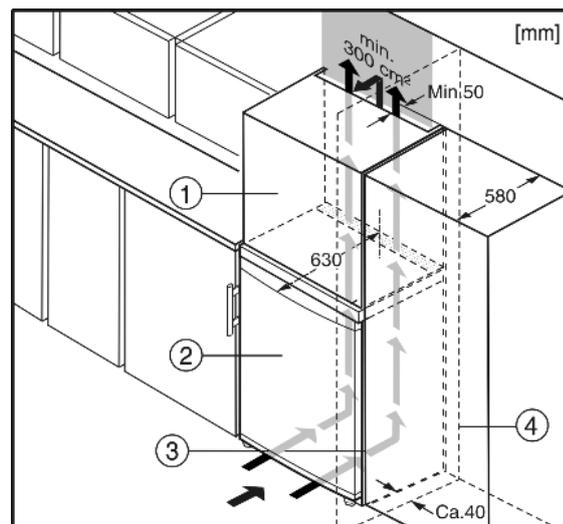

Fig. 6
- (1) Aufsatzschrank
- (2) Gerät
- (3) Küchenschrank
- (4) Wand
Das Gerät kann mit der Kücheneinrichtung umbaut werden. Um das Gerät Fig. 6 (2) der Küchenzeilenhöhe anzugleichen, kann über dem Gerät ein entsprechender Aufsatzschrank Fig. 6 (1) angebracht werden.*
Beim Umbau mit Küchenschränken (Tiefe max. 580 mm) kann das Gerät direkt neben dem Küchenschrank Fig. 6 (3) aufgestellt werden. Die Gerätetür steht seitlich 34 mm und in der Gerätemitte 50 mm gegenüber der Küchenschrankfront vor. Sie lässt sich dadurch einwandfrei öffnen und schließen.*
Wenn das Gerät mit den Scharnieren neben einer Wand Fig. 6 (4) aufgestellt wird, muss der Abstand zwischen Gerät und Wand mindestens 40 mm betragen. Dies entspricht dem Griffüberstand bei geöffneter Tür.*